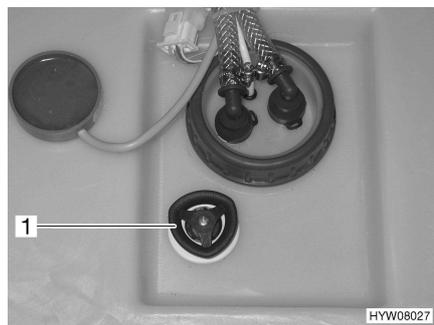

Bild 100 Wassertank mit Drehgriff
- Auf dem Wassertank den Drehgriff (Bild 100,1) entgegen dem Uhrzeiger-sinn über den Widerstand hinaus bis zum Anschlag drehen, um die Ablauf-öffnung vollständig zu öffnen.